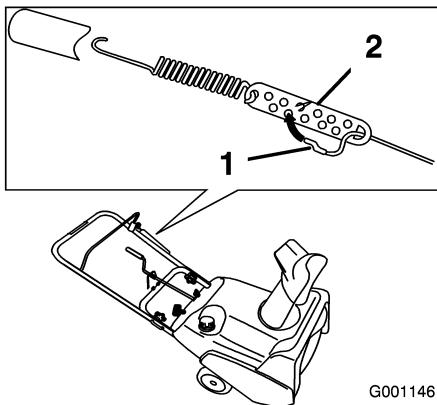

Figure 24
2. Accrochez le raccord en Z à un trou plus haut ou plus bas sur la biellette de réglage de manière à obtenir un écart de 2 à 3 mm (1/16 à 1/8 pouce) entre la barre de commande et le guidon (Figure 24).